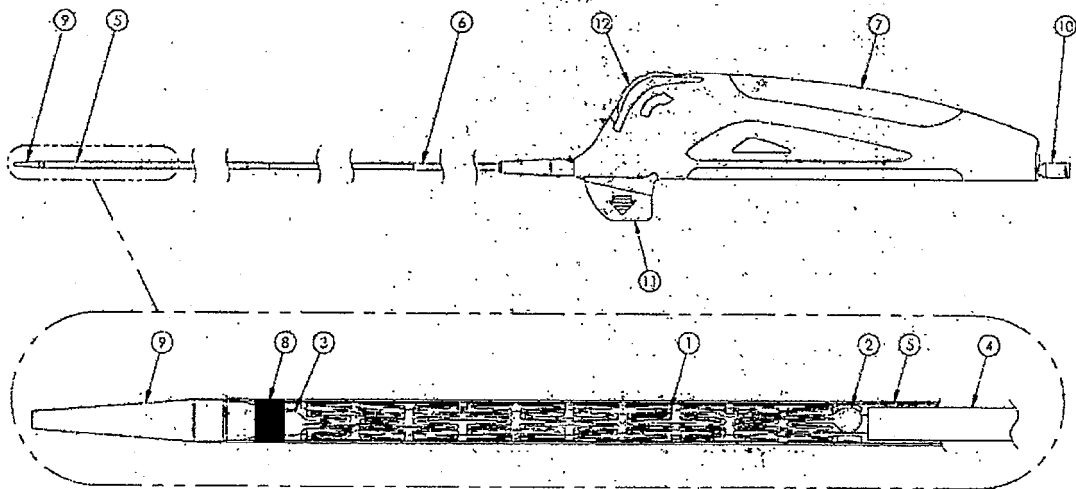

Figura 1. Stent autoexpandible venoso Abre
- El stent autoexpandible Abre, tal como se muestra en la Figura 1, está cortado de un tubo de aleación de níquel y titanio (nitinol) en un diseño de celda abierta (1), con marcadores de nitinol integrados en los extremos final (2) e inicial (3) del stent. En el momento de la liberación, el stent Abre ejerce una fuerza radial para obtener la permeabilidad necesaria.
- El sistema de colocación Abre, tal como se muestra en la Figura 1, presenta un diseño de eje triaxial, compuesto por un conjunto de eje interno (4), una vaina replegable (5), una vaina de aislamiento (6) y un mango ergonómico (7). El conjunto de eje interno termina en una punta de catéter flexible (9) y comienza en el conector luer (10). El mango de liberación (7) dispone de un pasador de bloqueo extraíble (11), una ruedecilla (12) y un conector luer (10).
- Los marcadores radiopacos, en los extremos proximal y distal del stent, sirven para guiar la colocación del stent Abre en la lesión objetivo antes de liberarlo. En el mango de liberación se encuentra un solo conector luer. La ruedecilla del mango de liberación se gira para tirar hacia atrás de la vaina replegable. Un pasador de bloqueo impide que el stent se libere antes del momento de su uso, y debe retirarse para accionar la ruedecilla. El stent Abre se habrá liberado totalmente cuando el marcador radiopaco (8) de la vaina replegable sobrepase la posición de los marcadores de nitinol integrados situados en el extremo final del stent. Una vaina de aislamiento de diseño exclusivo (conectada al mando de despliegue) aumenta el control y la precisión de la colocación del stent.